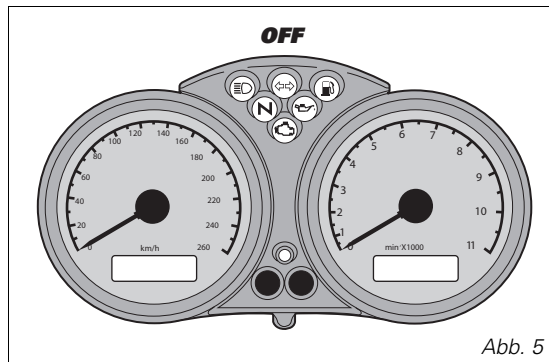
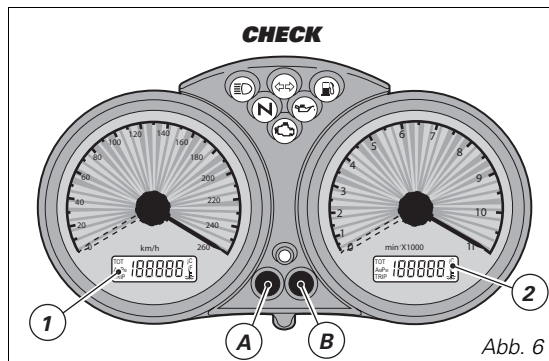

Abb. 5
Abb. 6
Auf das Einschalten (Zündschlüssel von **OFF** auf **ON**) führt das Cockpit einen **Check** aller seiner Instrumente (Zeiger, Display, Kontrollleuchten) durch (Abb. 5 und Abb. 6).
Auf das Drücken der Taste (B, Abb. 6), bei einem auf **ON** stehenden Zündschlüssel, kommt es zu einer Wechselanzeige des Tages- und des Kilometerzählers.
Befindet er sich in der Funktion **TRIP** (Tageskilometerzähler) kommt es nach dem Drücken, 2 Sekunden lang, der Taste (B, Abb. 6) zum Rückstellen der Displayanzeige (LCD 1) auf Null.
Durch Drücken der Taste (A, Abb. 6), bei einem auf **ON** stehenden Zündschlüssel, werden die Uhrzeit und die Öltemperatur angezeigt.
Die Taste (A, Abb. 6) mindestens 2 Sekunden lang drücken. Durch Drücken der Taste (B, Abb. 6) nun die Zeitangabe AM/PM einstellen. Für den Übergang auf die Einstellung der Stunden, die Taste (A) drücken. Durch wiederholtes
Drückt man innerhalb von 5 Sekunden nach dem Umstellen des Zündschlüssels auf **ON** die Taste (B, Abb. 6), kann man durch jedes darauf folgendes Drücken dieser Taste die Helligkeit am Cockpit einstellen.